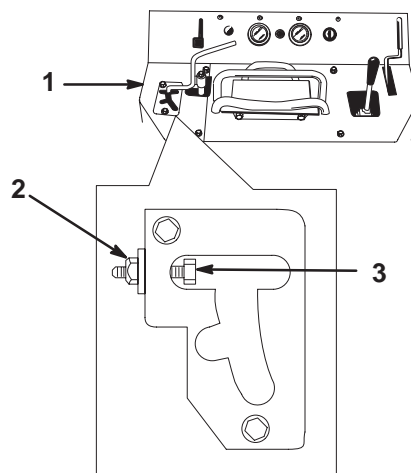

Figure 28
2. Enlevez les trois boulons de fixation du couvercle gauche du panneau de commande et déposez le couvercle (Fig. 28).
3. Desserrez l'écrou de blocage du boulon de réglage (Fig. 28).